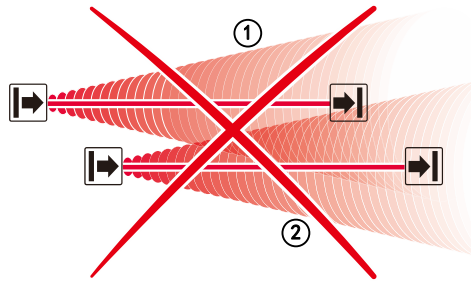

图 1-4 避免系统①和系统②之间相互干扰示意图
当两套或多套光栅装置的安装位置相邻时，光栅装置之间容易产生相互干扰，如图 1-4 所示，系统①发射单元的红外线光可能影响到系统②的接收单元。这可能会干扰系统②的防护功能，这意味着操作人员处于危险之中，因此需参照图安装图 1-5 安装。即在没有挡光隔板的情况下应避免临光栅安装于同一侧，否则发射器发出的光线容易照射到邻近的另一套接收器上。